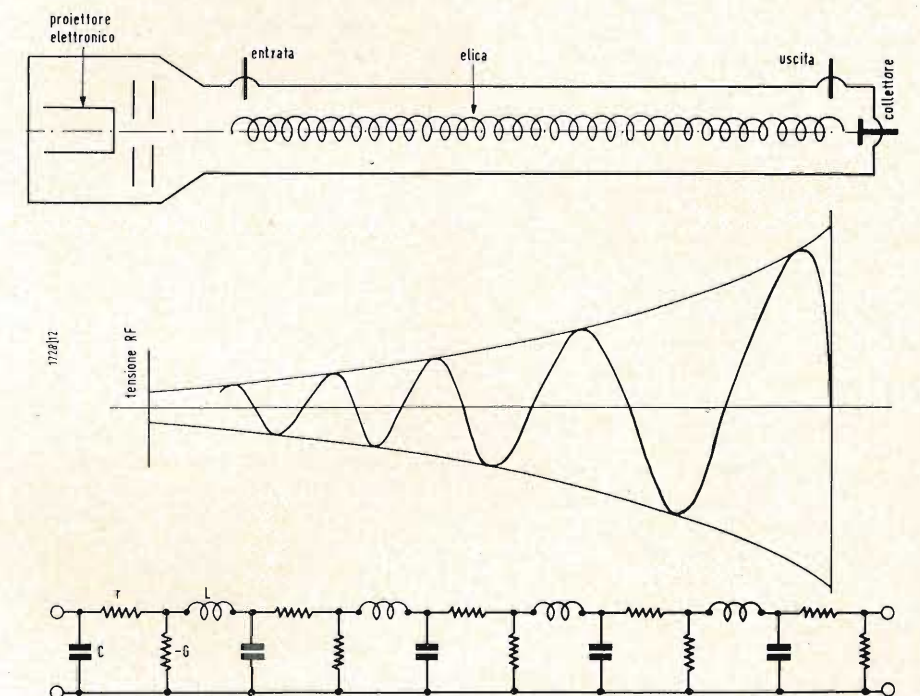

Fig. 1 - Principio di funzionamento del tubo a onde viaggianti (TWT = Travelling Wave Tube).
Nei tubi a vuoto il segnale viene applicato ad una corrente elettronica mobile con velocità c.c., che può variare da punto a punto, come avviene nei tubi a griglia controllo, o può essere uniforme nello spazio di interazione, come nei klystron o nei tubi a onde viaggianti. Il segnale può essere impresso sulla corrente nella forma di modulazione di densità o di modulazione di velocità. Nel 2° caso gli elettroni veloci tendono a superare gli elettroni più lenti, in tal modo si forma un addensamento e la corrente diviene modulata in densità. La modulazione di densità equivale a una corrente alternata alla frequenza del segnale. Se si fa interagire questa corrente alternata con un circuito in modo che il potenziale va sotto il potenziale continuo, gli elettroni subiscono una decelerazione ed acquistano una velocità minore di quella corrispondente alla velocità c.c., causando una perdita di energia al circuito. Allora parte dell'energia c.c. del flusso elettronico viene convertita in energia c.a. sotto forma di un segnale amplificato. La fig. 1 illustra come si svolge questo meccanismo internamente a un tubo a onde viaggianti. Il tubo è composto da un proiettore elettronico che emette un fascetto di elettroni, da un'elica con accoppiatori di entrata e di uscita e da un collettore di elettroni. Quando si imprime al terminale di ingresso un segnale sull'elica, il segnale si propaga verso il terminale di
uscita e, per la sua velocità, modula il fascetto elettronico. Si sceglie il passo dell'elica in modo che la velocità di propagazione sia appena un poco minore della velocità del pennello. All'avanzare del fascetto la modulazione di velocità si trasforma in modulazione di densità. Poiché gli addensamenti si spostano appena un poco più rapidamente dell'onda sull'elica, essi tendono a raccogliersi in quelle zone della distribuzione del campo dell'onda propagantesi, dove subiscono decelerazioni. La decelerazione aumenta l'addensamento e allo stesso tempo aggiunge energia all'onda sull'elica, in modo coerente, in modo che la tensione di elica aumenta esponenzialmente come mostra il diagramma di fig. 1.
Ne risulta un segnale amplificato al terminale di uscita dell'elica. In basso in fig. 1 è rappresentato il circuito equivalente del tubo a onde migranti. L'elica è assimilata ad una linea di trasmissione caratterizzata dalle costanti per unità di lunghezza:  $r$  resistenza di perdita,  $L$  induttanza in serie,  $C$  capacità in derivazione. La conduttanza negativa  $-G$  per unità di lunghezza rappresenta l'interazione elettronica;  $-G$ , se è sufficientemente grande, supera la resistenza dell'elica e fornisce guadagno. Se si verificano le disegualianze:  $r \ll \omega L$ , e  $G \ll \omega C$  ( $\omega = 2\pi f =$  pulsazione di lavoro), l'impedenza caratteristica della linea di trasmissione è:  $Z_c \cong (L/C)^{1/2}$ , (1) e la costante di propagazione vale: